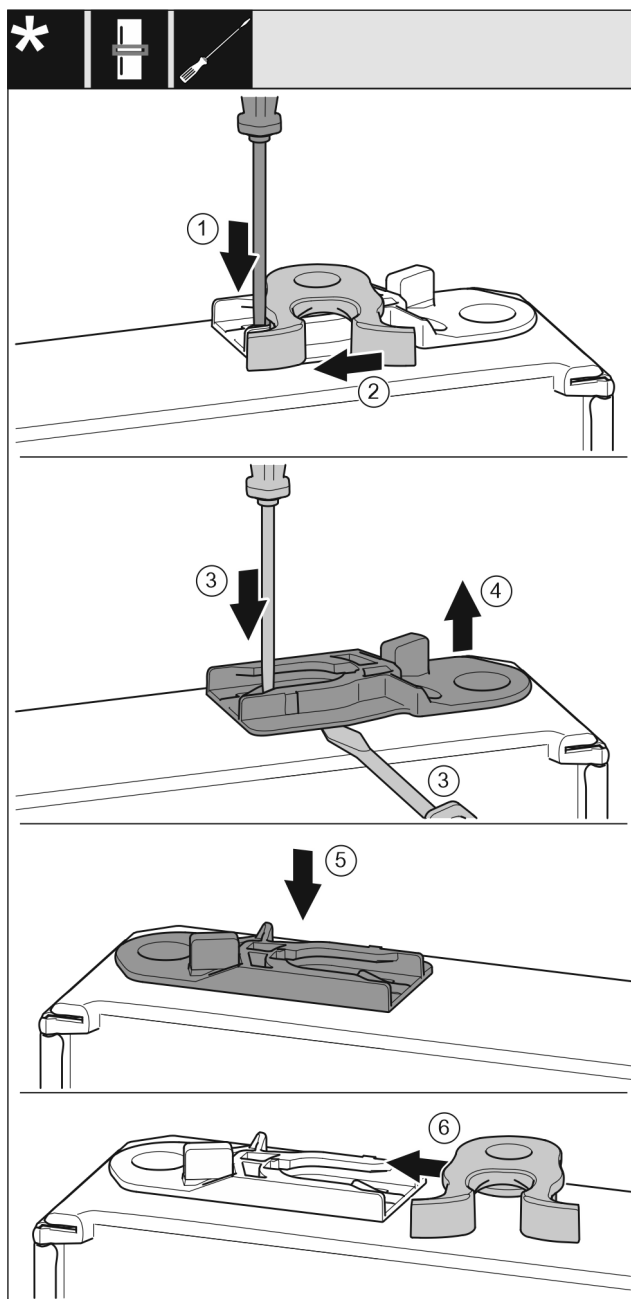

Fig. 52 *
- Spingere verso il basso la linguetta Fig. 52 (1) con il cacciavite a intaglio.*
- Estrarre il gancio di chiusura Fig. 52 (2) dalla guida.*
- Estrarre la boccola di guida Fig. 52 (3, 4): Premere la linguetta con un cacciavite a intaglio e allo stesso tempo spostare in basso la boccola di guida con il cacciavite a intaglio.*
- Inserire la boccola di guida Fig. 52 (5) inclusa nella fornitura sull'altro lato dell'alloggiamento.*
- Spingere il gancio di chiusura Fig. 52 (6) nella guida.*